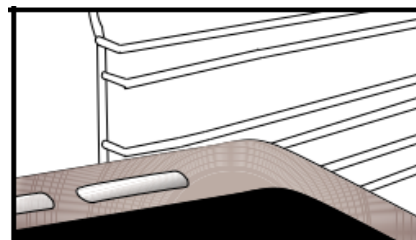

Рис. 2
- Другие комплектующие, такие как глубокий противень и противень, устанавливаются тем же способом, что и решетка (Рис. 2).